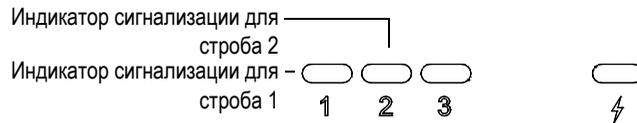

Рис. 2-12 Индикаторы сигнализации строба 1 и строба 2
- Загорается один из двух индикаторов сигнализации на передней панели прибора ЕРОСН 600/ЕРОСН 650 (см. Рис. 2-12 на стр. 49).